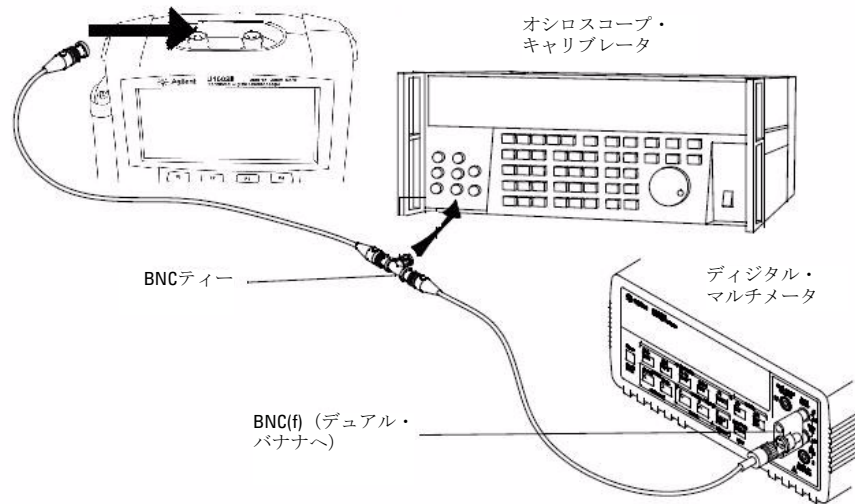

図7-1 キャリブレータから測定器/デジタル・マルチメータへのテスト接続
- 図7-1のように、BNCティーとケーブルを使って、キャリブレーション/電源を測定器とマルチメータに接続します。